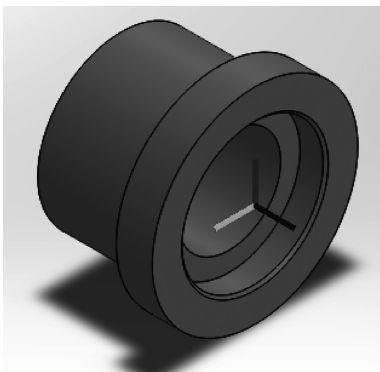

图 3-8 加工原点的设定
(2) 在【原点位置】选项下,选择【旋转面的中心】选项,原点位置会在零件前端面的旋转轴上,并且 Z 轴将平行于实体的回转轴。在绘图区,用鼠标左键单击工件的内部曲面,原点位置就会自动加载到前端面的轴心上,如图 3-8 所示。